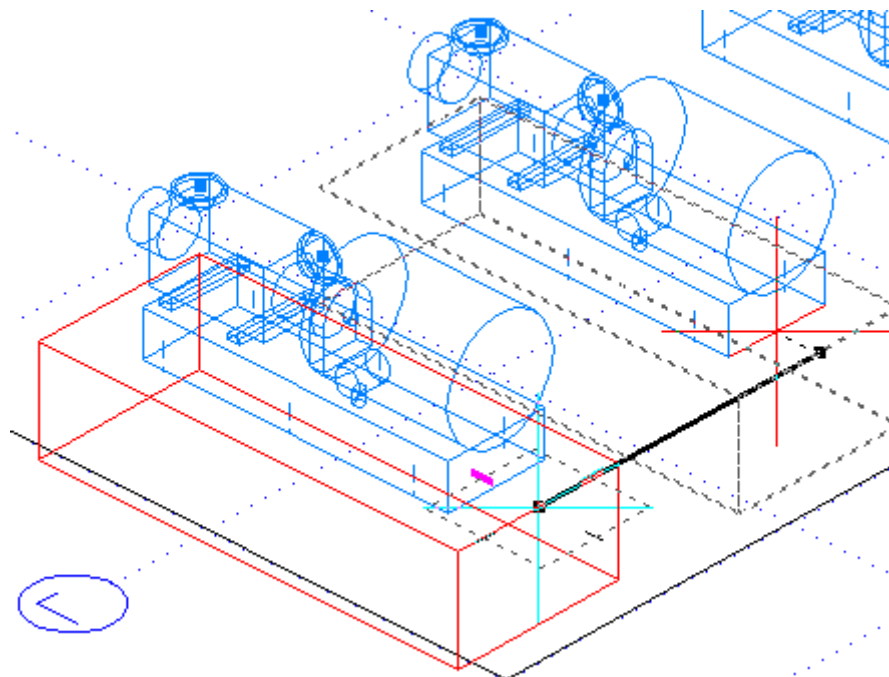

Рисунок 103
- Привязаться к середине грани насоса (Рисунок 103).